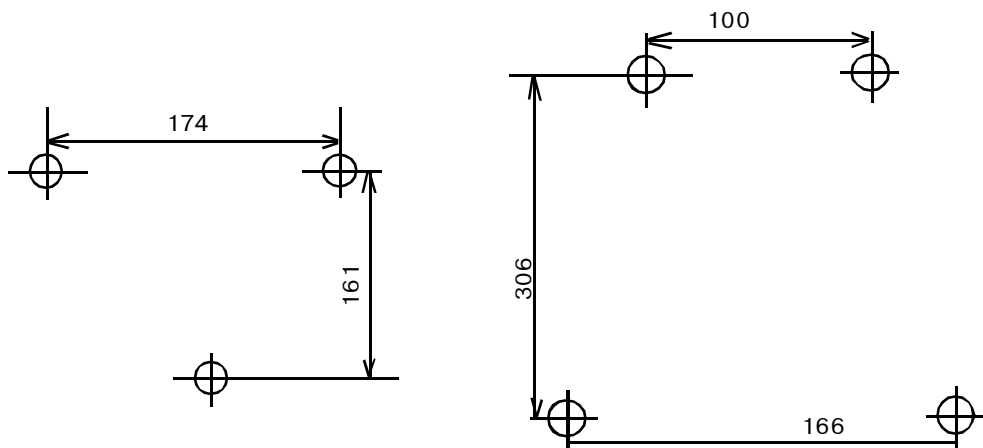

Рис. 107 - Схема разметки для установки БП-А:
- произведите разметку согласно рис. 107;
- навесьте БП-А на двух верхних шурупах и зафиксируйте нижними шурупами (11);